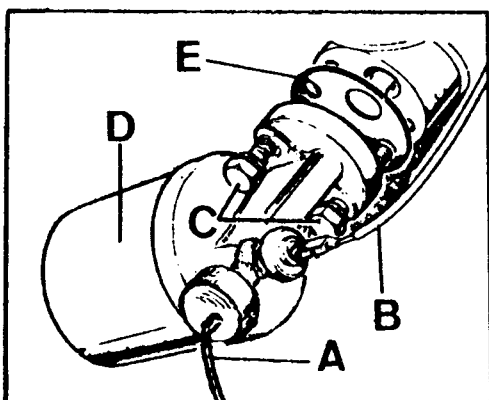

Fig. A1-37 Desmontaje del conjunto filtro exterior de aceite
- 1.2. Desconectar los cables del transmisor, A (Fig. A1-37) y el, B, del inte - rruptor.
- 1.3. Desmontar los tornillos, C (Fig. A1-37) que fijan el conjunto, D, y extraer dicho conjunto, con la junta, E.
- 2.2. Tomar una junta nueva, E (Fig. A1-37), extender una capa de grasa sobre sus dos caras y situarla sobre la cara de acoplamiento en el bloque.
- 2.3. Fijar el conjunto, D (Fig. A1-37) con los tornillos, C y conectar los cables, A y B.